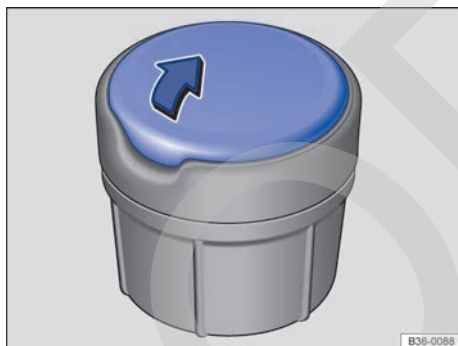

Fig. 157 Cenicero portátil.
- Para *abrir* el cenicero, levante la tapa del mismo → fig. 157 en el sentido de la flecha.